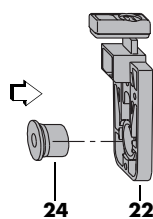

Bild 6
- Anschlag (24) in Führung, oben hinten (22) eindrücken (Bild 6).